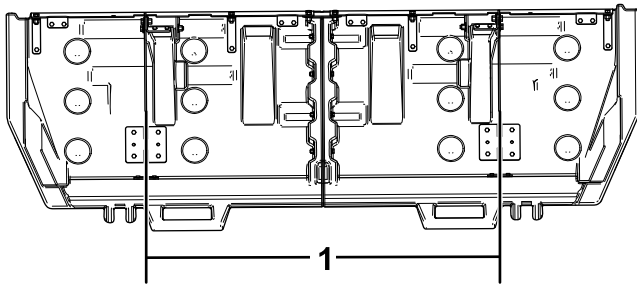

Bild 17
4. Messen Sie auf der Abdeckung den Abstand zwischen den Schienen (Bild 17).